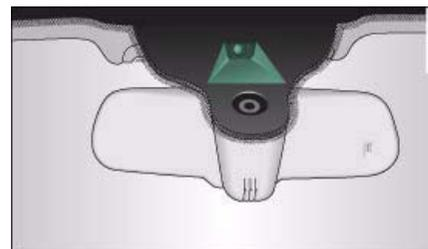

Fig. 129 Parabrisas: Área de campo visual de la cámara del lane assist
- Asegúrese de que el área de campo visual de la cámara ⇒ *página 120*, fig. 129 no esté tapada con adhesivos o similares.
- El área de campo visual ⇒ *página 120*, fig. 129 está sucia o helada por su parte exterior. Limpie esta zona del parabrisas.